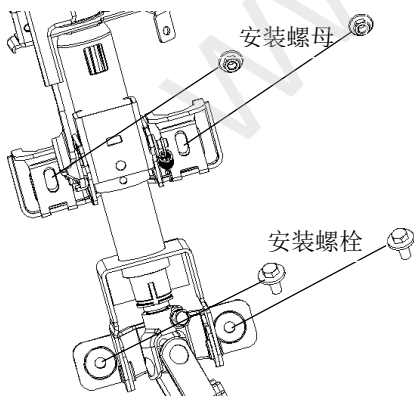

图 5.2-12
- (1) 从转向管柱上脱开接头和线束卡扣。
- (2) 拆下 2 个安装螺栓和 2 个安装螺母, 取下转向管柱及万向节。如图5.2-12所示。